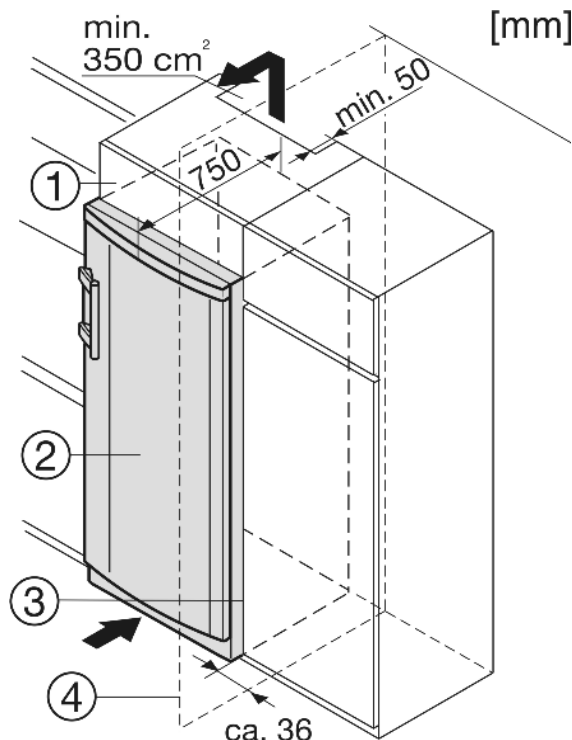

Fig. 8
- (1) Nástawná skřínka
- (2) Přístroj
- (3) Kuchyňská skřín
- (4) Stěna
Zařízení lze zabudovat do vybavení kuchyně. K vyrovnaní přístroje Fig. 8 (2) na výšku kuchyňské linky lze na přístroj nasadit odpovídající nástavec Fig. 8 (1).
Když se přístroj instaluje závěsy vedle stěny Fig. 8 (4), musí být vzdálenost přístroje od stěny alespoň 36 mm. To odpovídá přesahu madla při otevřených dveřích.